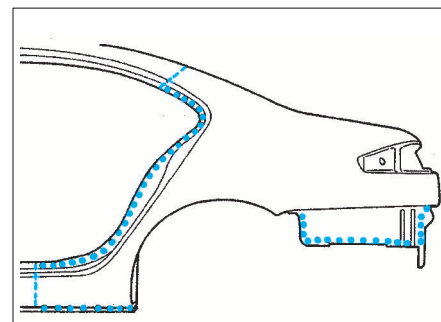

FIG. 71
- Souder à la pointeuse électrique (Fig.71).